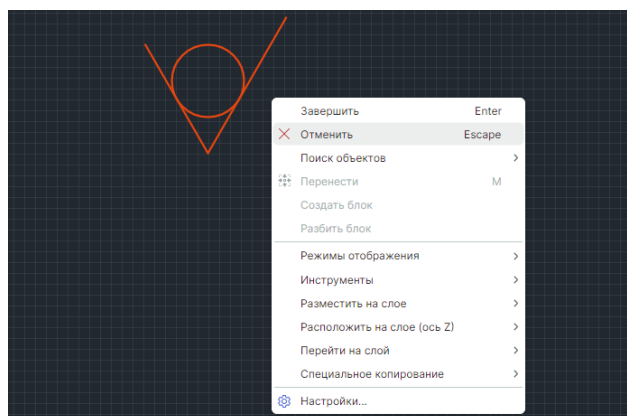

Рис. 287 Отмена размещения
4. Размещение можно отменить, для этого нажмите клавишу «Escape» или вызовите контекстное меню и выберите «Отменить», см. Рис. 287.